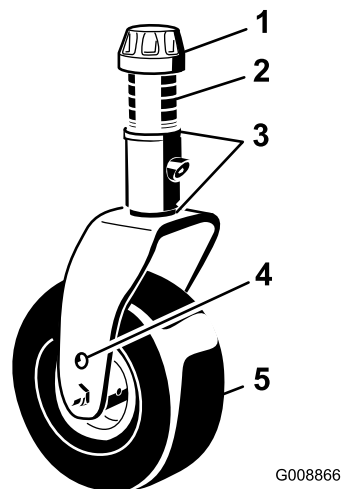
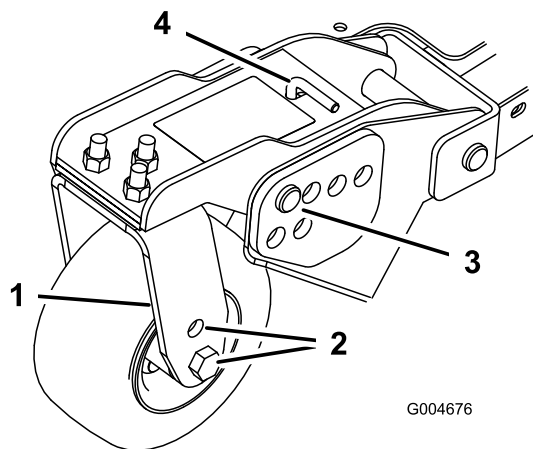
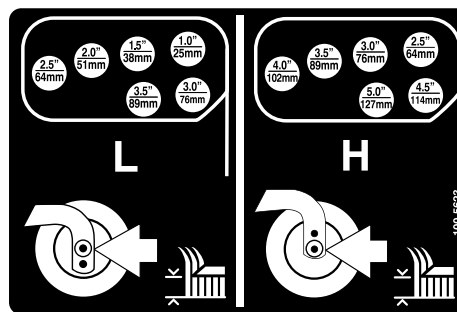

Bild 26
Bild 28
Bild 29
- Stecken Sie die Laufradachsen in allen Laufradgabeln in die gleichen Löcher (Bild 26 und Bild 28).
- Entfernen Sie die Spannkappe von der Spindelwelle und ziehen die Spindel aus dem Laufradarm heraus (Bild 26).
- Entfernen Sie den Splint und die Lastösenbolzen von den Laufradgelenkarmen (Bild 28).
- Drehen Sie die Spannstange, um den Gelenkarm anzuheben oder abzusenken, bis die Löcher mit den ausgewählten Löchern in der Schnitthöhenhalterung im Mähwerkrahmen ausgerichtet sind (Bild 28 und Bild 29).